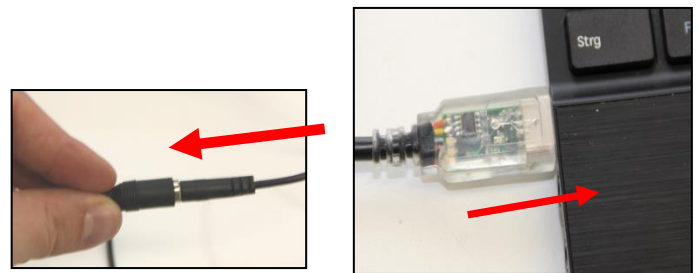
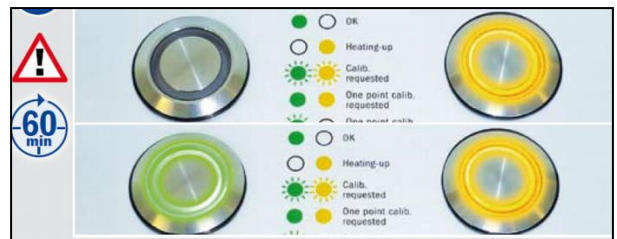

Abb. 19 Stromkabel und USB
Abb. 20: Aufwärmphase
4. Den USB-Stecker an einen USB-Port des Computers anschließen (Abb. 20). Bei Windows XP® und Vista® kann es notwendig sein, zuvor alle Service-Packs von Microsoft und den passenden USB-Treiber von dem Datenträger und zu installieren. Kontaktieren Sie den verantwortlichen Administratoren für Ihren Computer falls die Treiber nicht gefunden werden können. Unter Windows7™ sollten alle Treiber bereits vorhanden sein.
5. Der Stromstecker vom Netzteil wird an die Strombuchse vom Verbindungskabel gesteckt (Abb. 19). Der BlueInOne hat keinen Ein- und Ausschalter und beginnt sofort mit der Aufwärmphase. Das Gerät wärmt sich nun für ca. 60 Minuten auf. In dieser Zeit leuchtet der rechte Druckknopf dauerhaft gelb auf. Nach ca. 60 Minuten leuchtet der linke Druckknopf dauerhaft grün, und der rechte Schalter weiterhin gelb (Abb. 20). Damit zeigt der BlueInOne an, dass noch eine Ein-Punkt-Kalibration durchgeführt werden muss (siehe Kap.5.1). Fahren Sie nun mit dieser Kalibration fort.